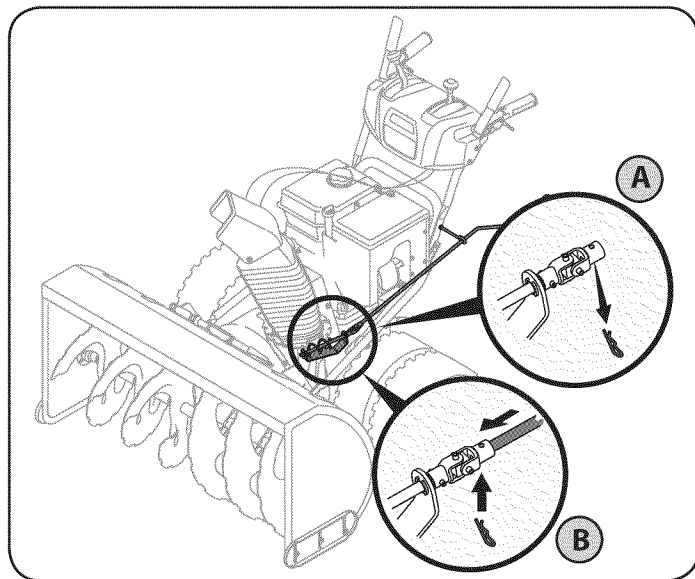

Figura 4
1. Retire el broche de horquilla del control espiral como se muestra en la Figura 4.
2. inserte la varilla de control direccional del canal dentro del accesorio sobre el control espiral como se ve en la Figura 4.